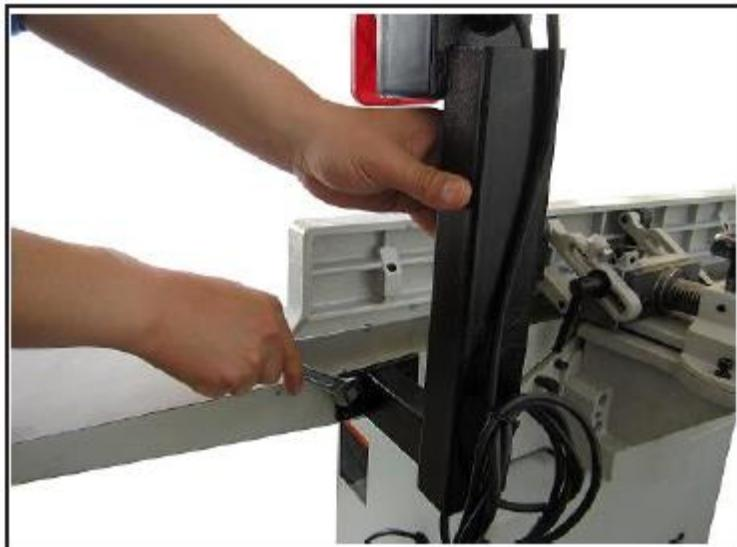

Рис. 15. Установка опорного кронштейна
1. Закрепить опорный кронштейн болтами M8 x 16 с плоскими шайбами, как показано на рис. 15.